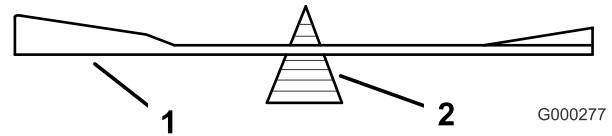

Figura 69
- Verifique o equilíbrio da lâmina colocando-a num equilibrador de lâminas (Figura 69). Se a lâmina ficar na horizontal é porque está equilibrada